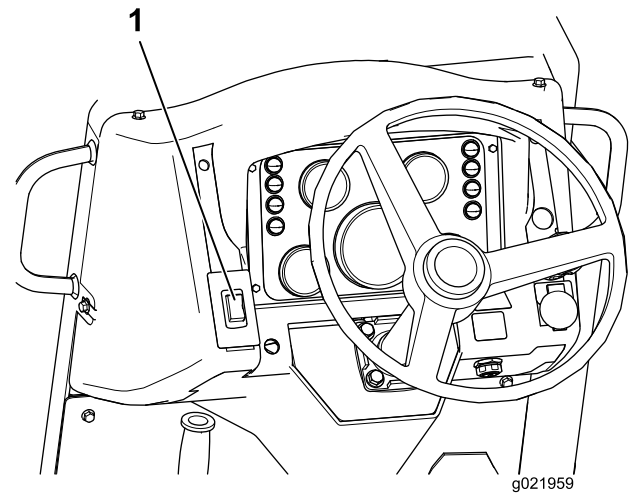

Figure 24
1. Poussez l'interrupteur de frein de stationnement (Figure 24) vers le haut pour serrer le frein.